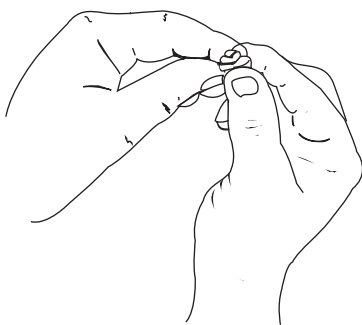

Fig. 59
5. Apriete el filtro para esparcir y retirar el exceso de aceite (Fig. 59).